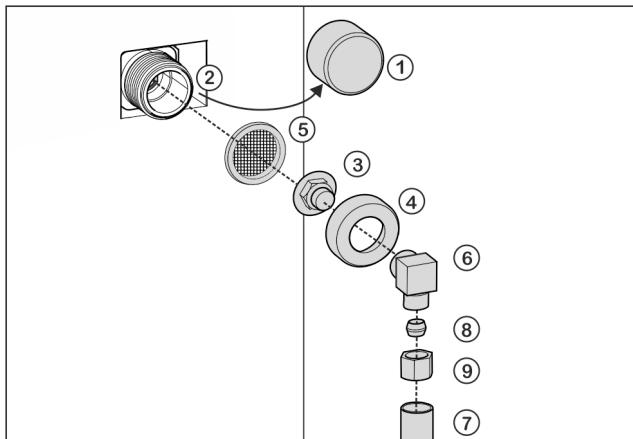

Fig. 25
- Kappe Fig. 25 (1) vom Magnetventil Fig. 25 (2) abziehen.
- Verbindungsstück Fig. 25 (3) in die Überwurfmutter Fig. 25 (4) einsetzen.
Unsachgemäßer Einbau des Wasserfilters Fig. 25 (5) !
- Wasserfilter Fig. 25 (5) mit der Vertiefung nach unten in Richtung Verbindungsstück Fig. 25 (3) einsetzen.
- Überwurfmutter Fig. 25 (4) an das Magnetventil Fig. 25 (2) anschließen und festziehen.
- Winkelstück Fig. 25 (6) anschrauben.
- Wasserleitung Fig. 25 (7) (z.B. Kupfer) mit Hilfe von Klemmring Fig. 25 (8) und Mutter Fig. 25 (9) am Winkelstück Fig. 25 (6) anschließen.
- Die Wasserleitung Fig. 25 (7) mit dem Rastbügel ggf. am Gehäuse fixieren.
- Winkelstück Fig. 25 (6) zur Seite legen.
- Wasserleitung Fig. 25 (7) (z.B. Kupfer) mit Hilfe von Klemmring Fig. 25 (8) und Mutter Fig. 25 (9) am Verbindungsstück Fig. 25 (3) anschließen.